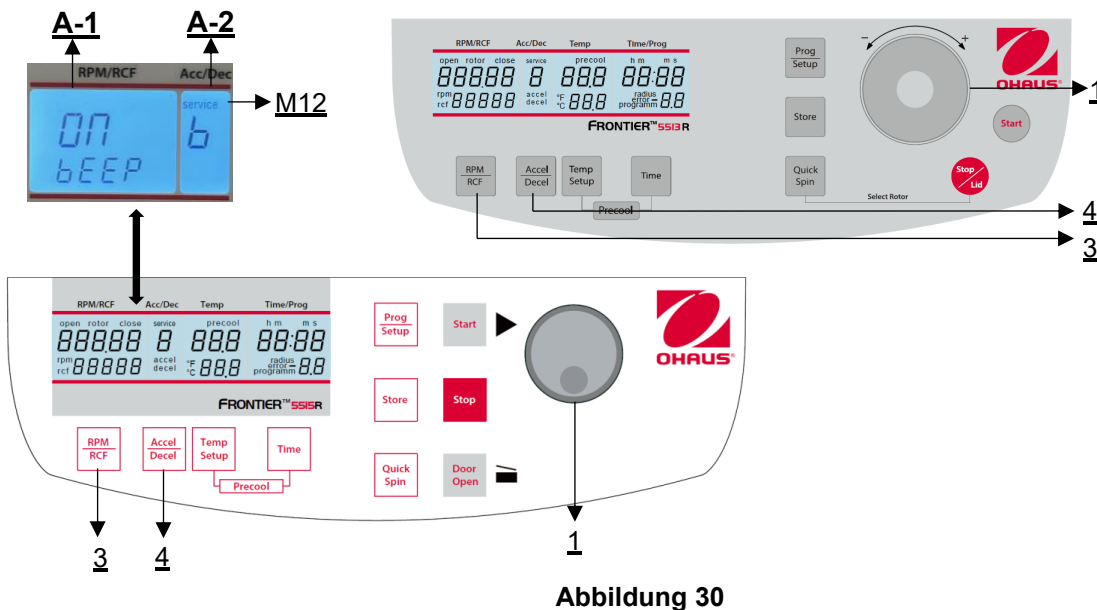

Abbildung 30
Gehen Sie wie unter Punkt 4.1.1 beschrieben vor, um in diesen Programmmodus zu gelangen und drücken Sie dann die Taste **"Accel/Decel"** (4). Im Display **"Acc/Dec"** (A-2) blinkt das Wort **"Service"** (M12). Wählen Sie nun mit dem Touch wheel (1) den Buchstaben **"b"** aus. Daraufhin erscheint in der Anzeige **"RPM | RCF"** (A-1) das Wort **"ON/BEEP"**. Nach Drücken der Taste **"RPM | RCF"** (3) können Sie mit dem Touch wheel (1) den Tastaturklang (On) oder (Off) ein- bzw. ausschalten (siehe **Abbildung 30**).